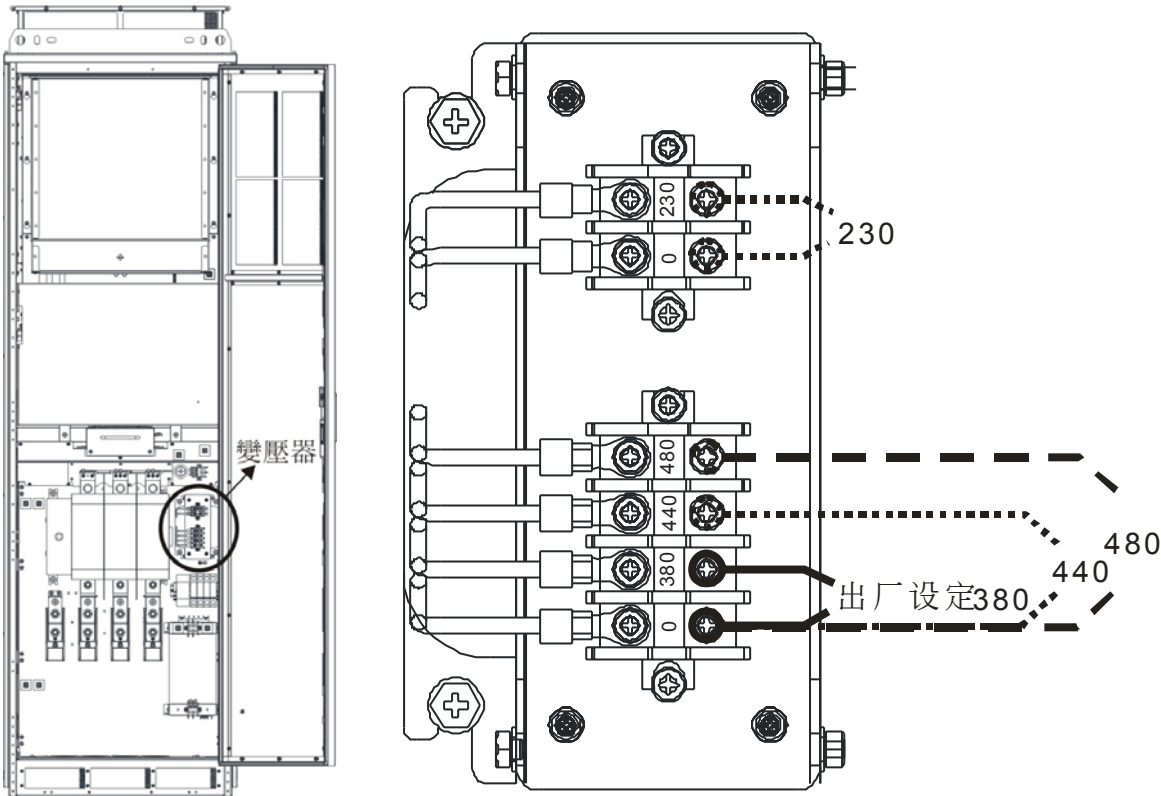

图 3-2 变压器调整
- (1) 仅适用于 APF200A43X-XX/APF300A43X-XX 机型。
- (2) 先确认入力电源的电压后，再进行 APF 的电压调整。有源滤波器出厂设定为 380Vac。
- (3) 提供了 230V/380V/440V/480V 电压选择，使用者可自行选择适合的设备的电压值使用。请参考表 3-2 电压范围。接线方式，请参考图 3-2 虚线所示。
- (4) 在进行电压调整前，需将透明上盖移开后，实施配线。当完成配线后，务必将透明上盖移回原位。